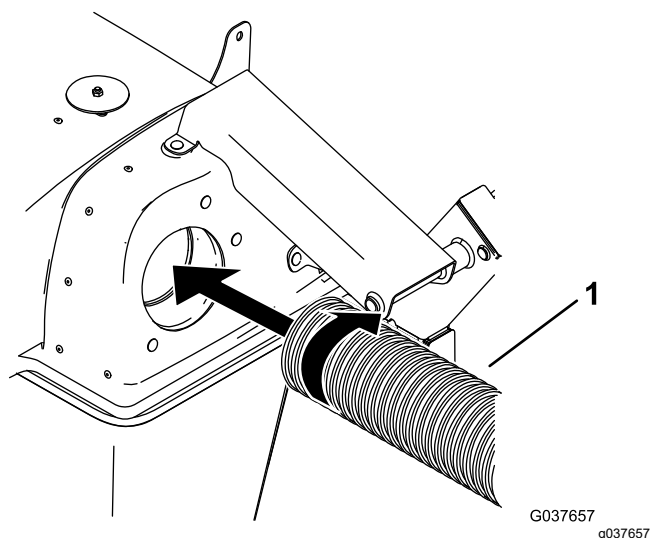

Figura 19
1. Avvitare un'estremità del flessibile nel cofano per 2 o 3 giri (Figura 19).